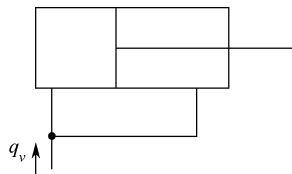

图 2-2-2
7. 某液压缸连接示意图如图 2-2-2 所示。若系统提供的流量为  $q_v$ , 活塞的直径是活塞杆直径的 2 倍, 不考虑泄漏, 则进入无杆腔的流量为( )。